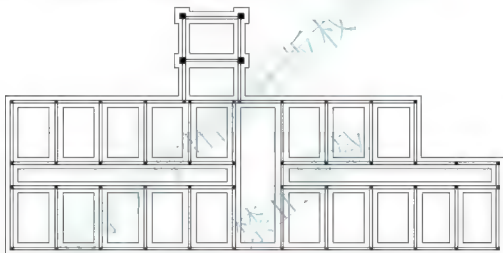

图 5.18 绘制构造柱
(4) 用相同的方法生成其他构造柱并填充 GZ3, 结果如图 5.18 所示。